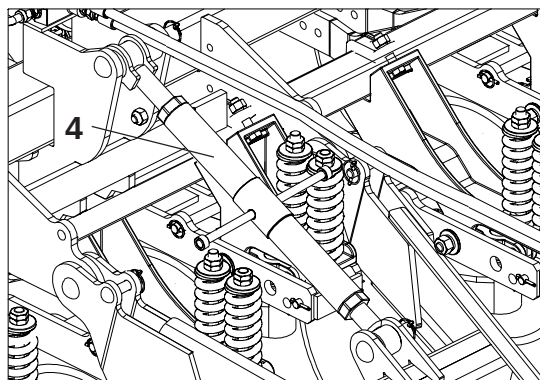

FIGURA 22
2 - Com a semeadora abaixada, verifique se está nivelada em relação ao solo, caso contrário, nivele-a através do regulador (4) do cabeçalho, **conforme mostra a figura 22.**